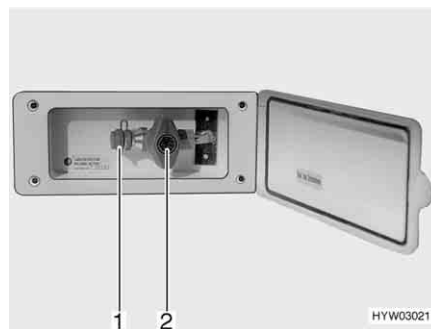

Bild 132 Externer Gasanschluss, Gasabsperrventil geschlossen
Der externe Gasanschluss (Bild 132) befindet sich je nach Modell am Heck oder auf der linken bzw. rechten Fahrzeugseite.
- Externes Gasgerät an der Anschluss-Stelle (Bild 132,1) anschließen.
- Das Gasabsperrventil (Bild 132,2) öffnen.